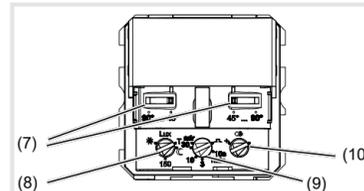

Figura 9: Regolatore e potenziometro
L'angolo di copertura può essere limitato per il lato destro e per il lato sinistro su ogni dispositivo con trasduttore impulsi o sui valori definiti di impostazione (figura 9, 7) tra 45° ... e 90°. In tal modo l'angolo di copertura si trova tra 90° fino a circa 180° (figura 5).
- Impostare il potenziometro soglia di luminosità (figura 9, 8) sulla posizione TEST.
- Ruotare il potenziometro del ritardo di spegnimento (figura 9, 9) sulla posizione desiderata.
- Ruotare il potenziometro sensibilità (figura 9, 10) nella posizione desiderata.